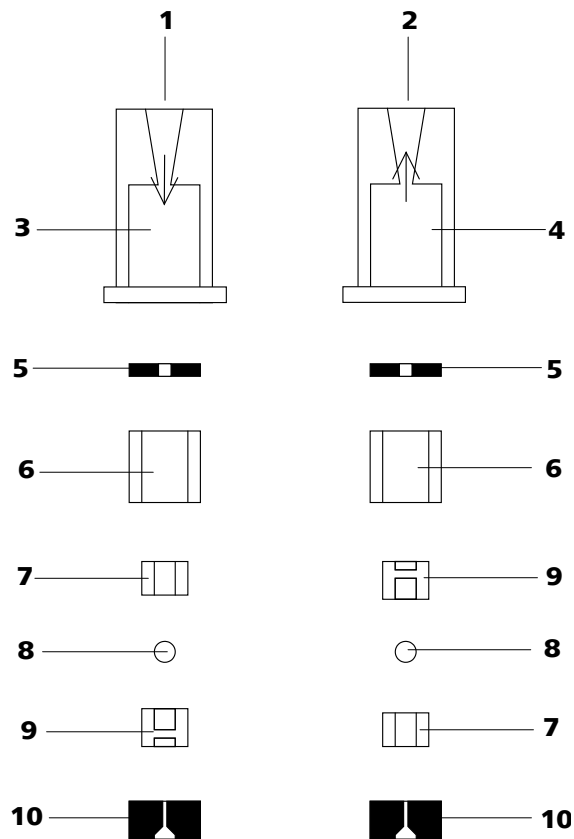

Abbildung 48 Bestandteile von Einlassventil und Auslassventil
- Einlassventil und Auslassventil bestehen aus den gleichen Bestandteilen, die nur unterschiedlich angeordnet sind (siehe Abbildung 48, Seite 89).
Ventilbestandteile *gemäss* Abbildung 48, Seite 89 wieder zusammensetzen.
- Die übrigen Ventilbestandteile in der richtigen Reihenfolge (*siehe Abbildung 48, Seite 89*) aufeinander legen
Ist dies nicht der Fall, muss das Ventil nochmals zerlegt und richtig zusammengesetzt werden (*siehe Abbildung 48, Seite 89*).